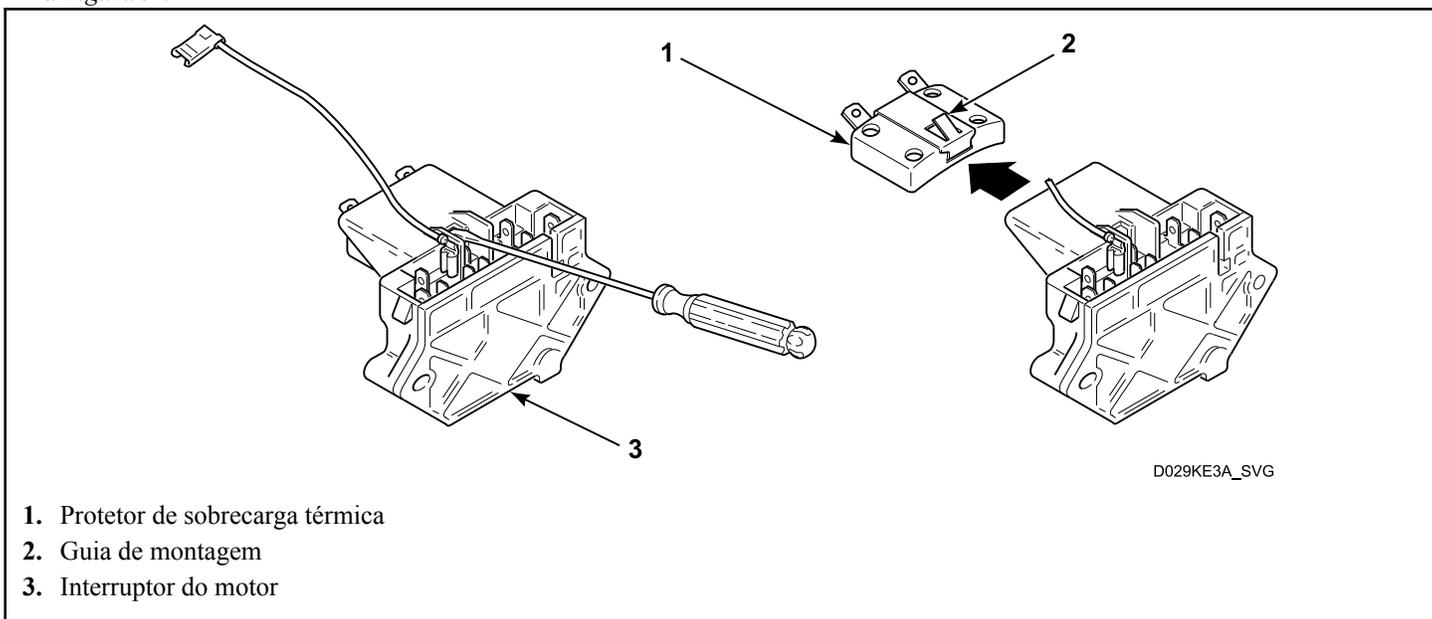

Figura 9
2. Remova os dois parafusos de conexão do interruptor do motor. Consulte a *Figura 9*. Desconecte os cabos do interruptor. Remova o interruptor do motor.
- va a proteção térmica de sobrecarga do interruptor do motor inoperante. Consulte a *Figura 9*.
5. Instale o novo interruptor do motor no motor e reconecte os cabos do interruptor do motor removidos na etapa 2. Consulte a *Figura 9*.